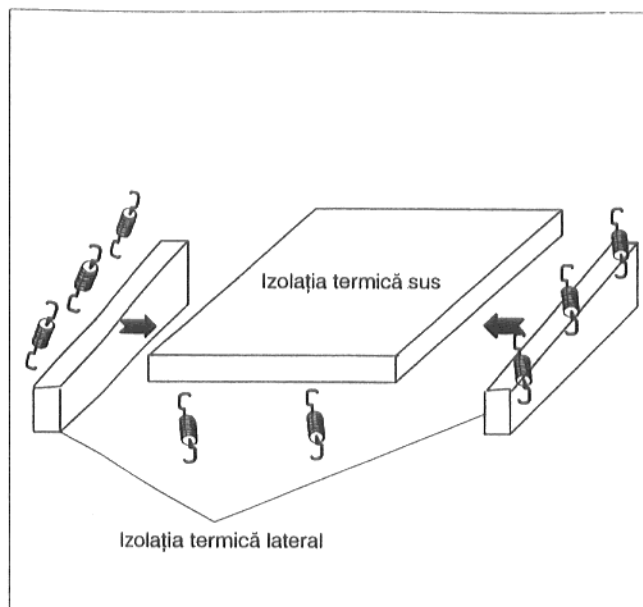

Fig. 27: Izolația termică a colectorului de gaze de ardere
- Izolația termică a colectorului gazelor de ardere sus (izolație termică dreptunghiulară fără tăietură) se va așeza pe partea superioară a colectorului de gaze de ardere (Fig. 27).
- Izolația termică laterală se va presa la pereții laterali ai colectorului de gaze de ardere și se va agăța cu arcurile de fixare la izolația termică de la partea de sus (Fig. 27)